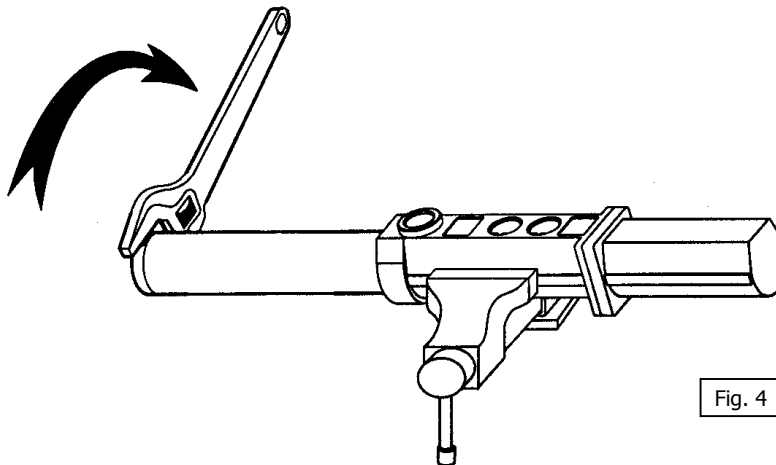

Fig. 4
2. To unscrew the suction tube (30) from the pump body (13), use a wrench on the milling (46 mm) of the foot valve body (34) (fig. 4) for stubby pump, or a rod in the holes of the foot valve body (36) for long pump.
1. Fijar la bomba en una mordaza agarrando por el cuerpo de la bomba (13) con la bomba en posición horizontal.
2. Para desenroscar el tubo de aspiración (31) del cuerpo de la bomba, usar llave en el fresado (46 mm) del cuerpo válvula de pie (34) (Fig. 4) para la bomba corta, o una varilla en los agujeros del cuerpo válvula de pie (36) para la bomba larga.